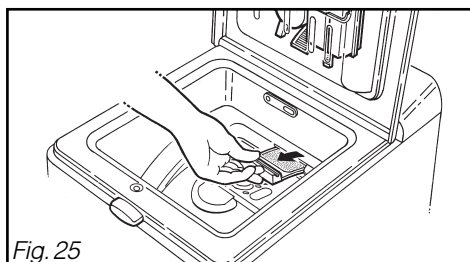

Fig. 25
- enlevez le filtre de son logement en le tirant vers vous (Fig. 25).